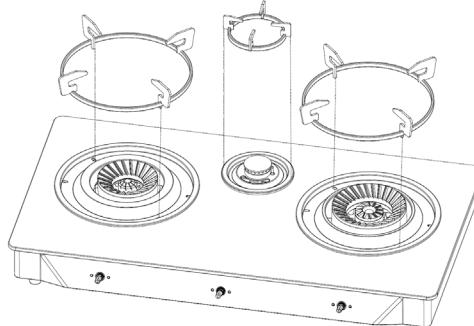

Figure 3
- Nettoyez les plaques et placez les supports aux bons endroits (voir figure 3).